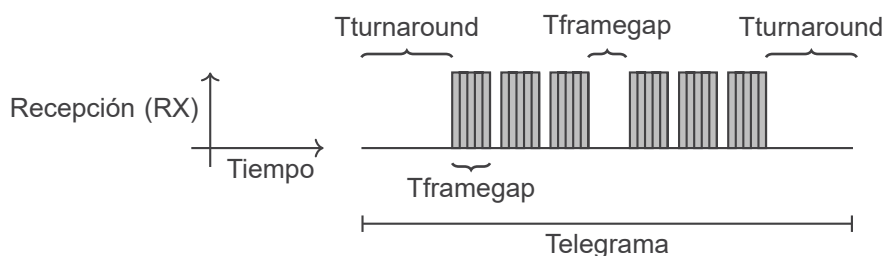

Figura 4.3: Recepción de datos BACnet
- **Recepción (RX):** El tiempo máximo entre cada byte ($T_{framegap}$) es de 20 bit times. El tiempo mínimo entre mensajes ($T_{turnaround}$) luego del "stop bit" del último byte del mensaje es de 40 bit times, conforme presenta la figura 4.3.
- **Transmisión (TX):** la señal RTS debe ser deshabilitada luego del ($T_{postdrive}$) 15 bit times después del envío del stop bit.